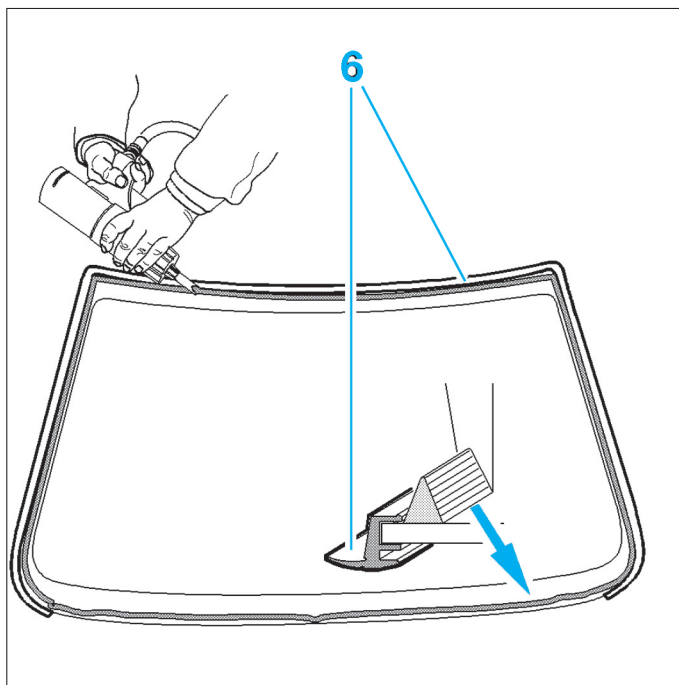

FIG. 5
- Poser l'enjoliveur du pare-brise (6) (Fig.5).